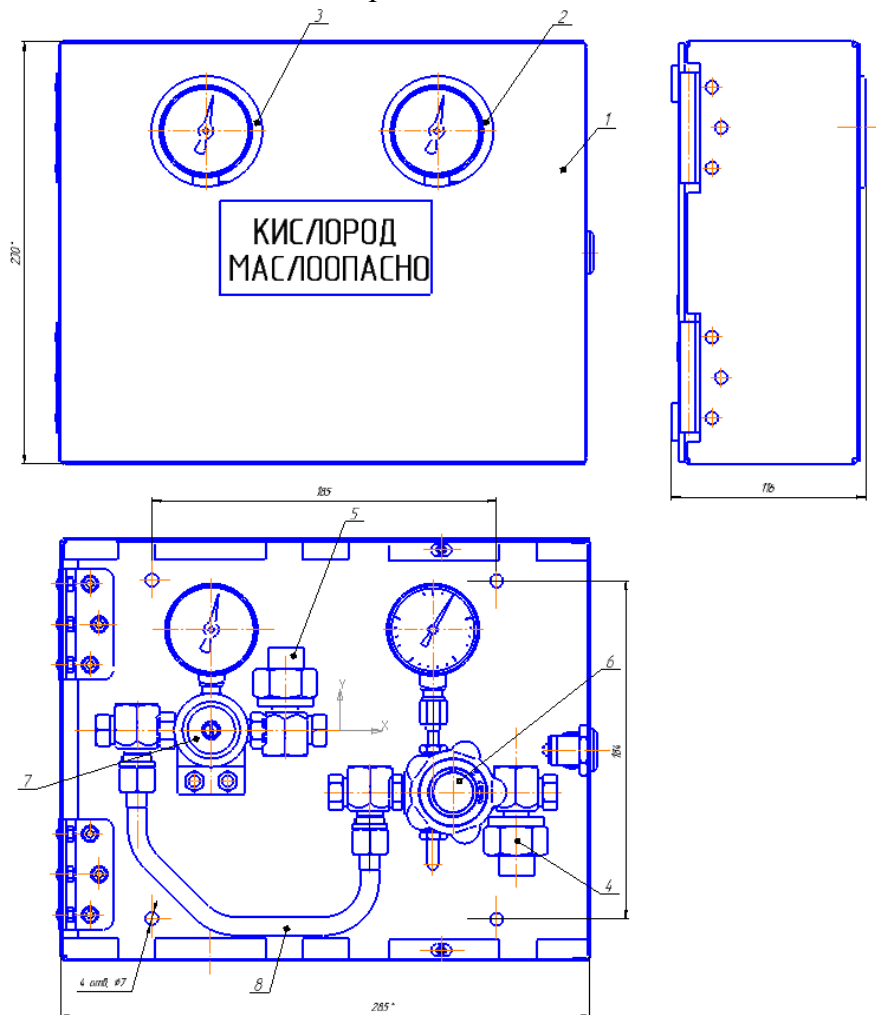

Рис.1 Коробка поэтажная отключающая УГВ4/2 (сетевой редуктор и клапан)
4.1 Внешний вид поэтажной отключающей коробки показан на рис.1